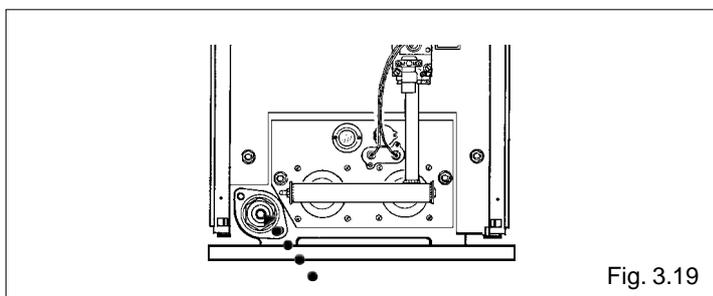

Fig. 3.19
- conectar un tubo de plástico al adaptador de la llave de vaciado y abrir la llave (fig. 3.19).